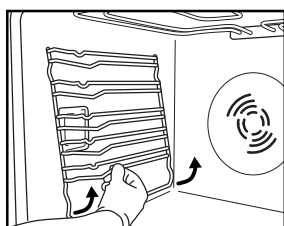

Fig. 3
1. Fjern ristene som holder tilbehøret på sidene (fig. 3).
2. Fjern ristene som holder tilbehøret på sidene (noen versjoner) (fig. 3).